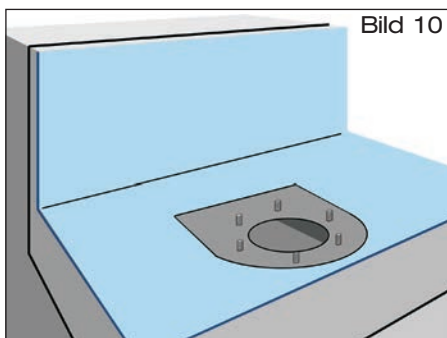

Bild 10
3.2 **Dachdichtungsbahn** über Attikaablauf ausrollen und im Bereich des Festflansches aussparen (Bild 10).